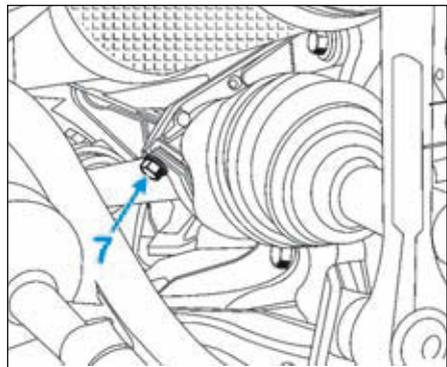

FIG.2
- l'écrou de la rotule de direction (5),
- les écrous de fixation inférieure (6) de l'amortisseur.
- Déposer la vis (7) de la bride du palier de la transmission (Fig.2).